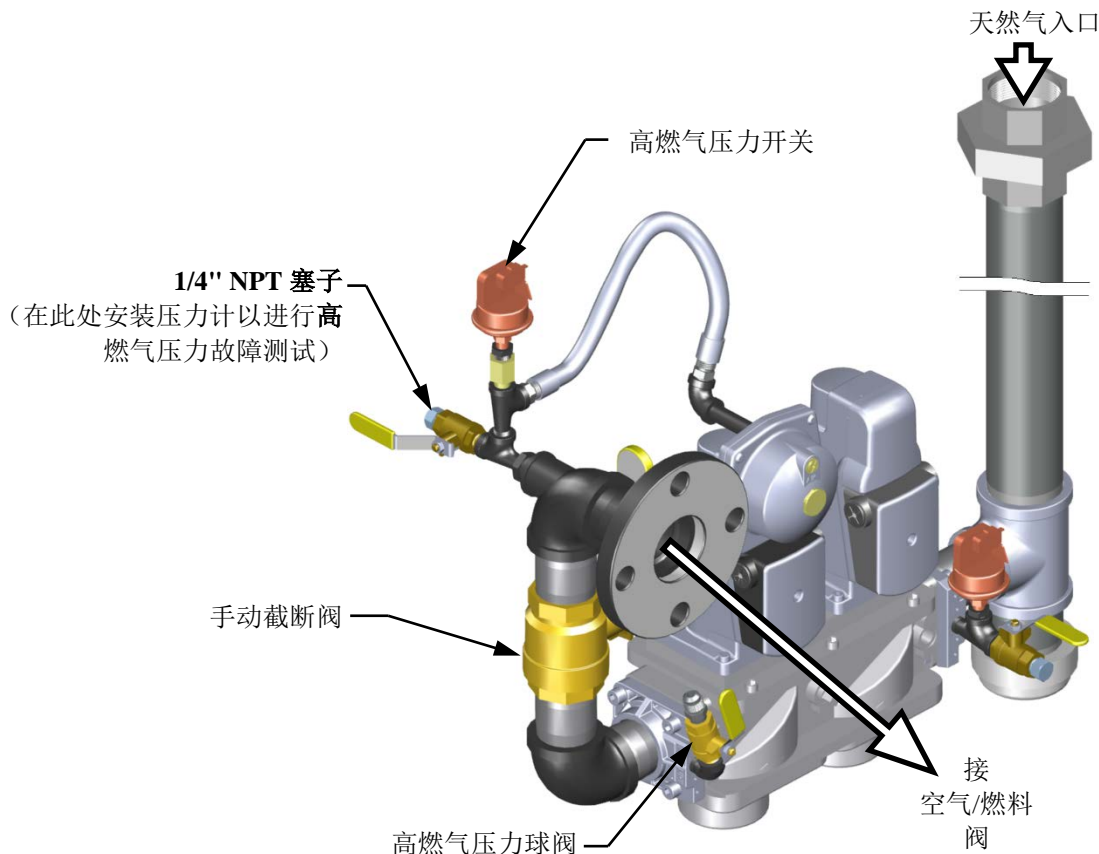

图6-2a: BMK 2500: 高燃气压力故障测试
要模拟高燃气压力故障，请参见图 6-2a, 6-2b 并执行以下步骤：
2. 从高燃气压力检漏球阀中取出 1/4 英寸 NPT 塞子，如图 6-2a, 6-2b 所示。